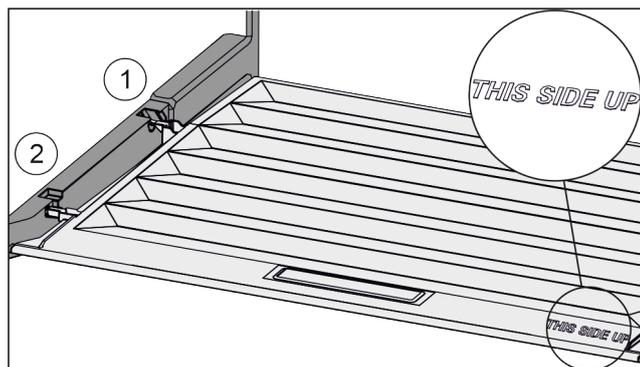

Fig. 95
- ▶ Ramiona pokrywy wprowadzić ponad otworem tylnego uchwyty Fig. 95 (1) i zazębić z przodu w uchwycie Fig. 95 (2).